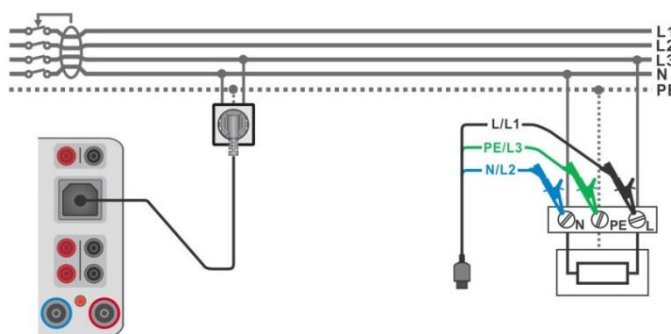

Abbildung 6.122: Anschluss des Commander-Prüfsteckers oder des 3-Leiter Prüfadapters
- Verbinden Sie das 3-drahtige Prüfkabel oder das Steckerprüfkabel mit dem zu prüfenden Objekt, siehe **Abbildung 6.122**.
Für Details siehe **Abbildung 6.122: Anschluss des Commander-Prüfsteckers oder des 3-Leiter Prüfadapters**.